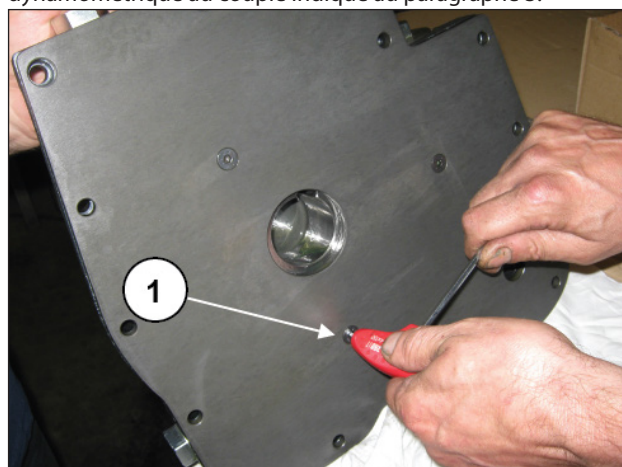

Fig. 154
Monter la plaque arrière du corps de la pompe à huile en serrant les trois vis M6 (rep. ①, Fig. 154) avec une clé dynamométrique au couple indiqué au paragraphe 3.